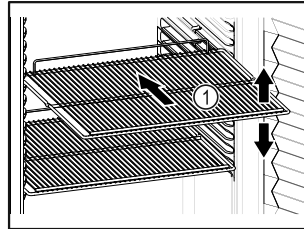

Fig. 55
- ❑ Εάν οι σχάρες Fig. 55 (1) είναι ρυθμιζόμενες, προσαρμόστε τα ανάλογα με το ύψος.